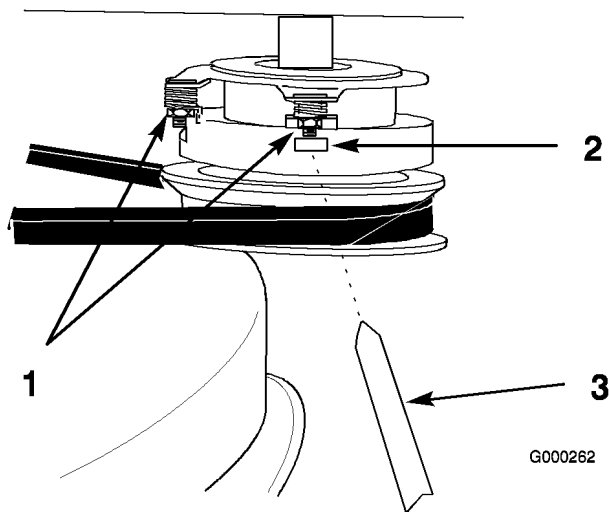

Figura 40
1. Para ajustar el embrague, apriete o afloje las contratuercas de los espárragos (Figura 40).
2. Verifique el ajuste insertando una galga a través de las ranuras junto a los espárragos (Figura 40).